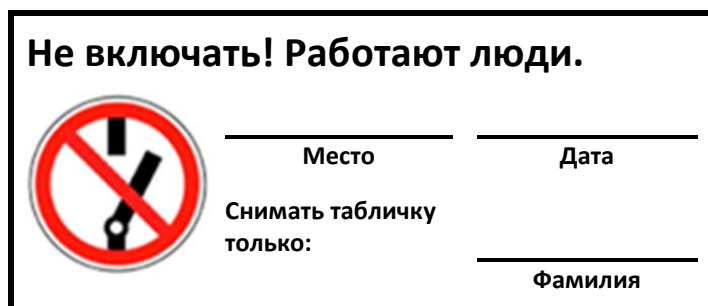

Рис. 12: предупредительная табличка «Не включать»
3. Установите на размыкателе аккумуляторной батареи хорошо видимую предупредительную табличку «Не включать» (Рис. 12).